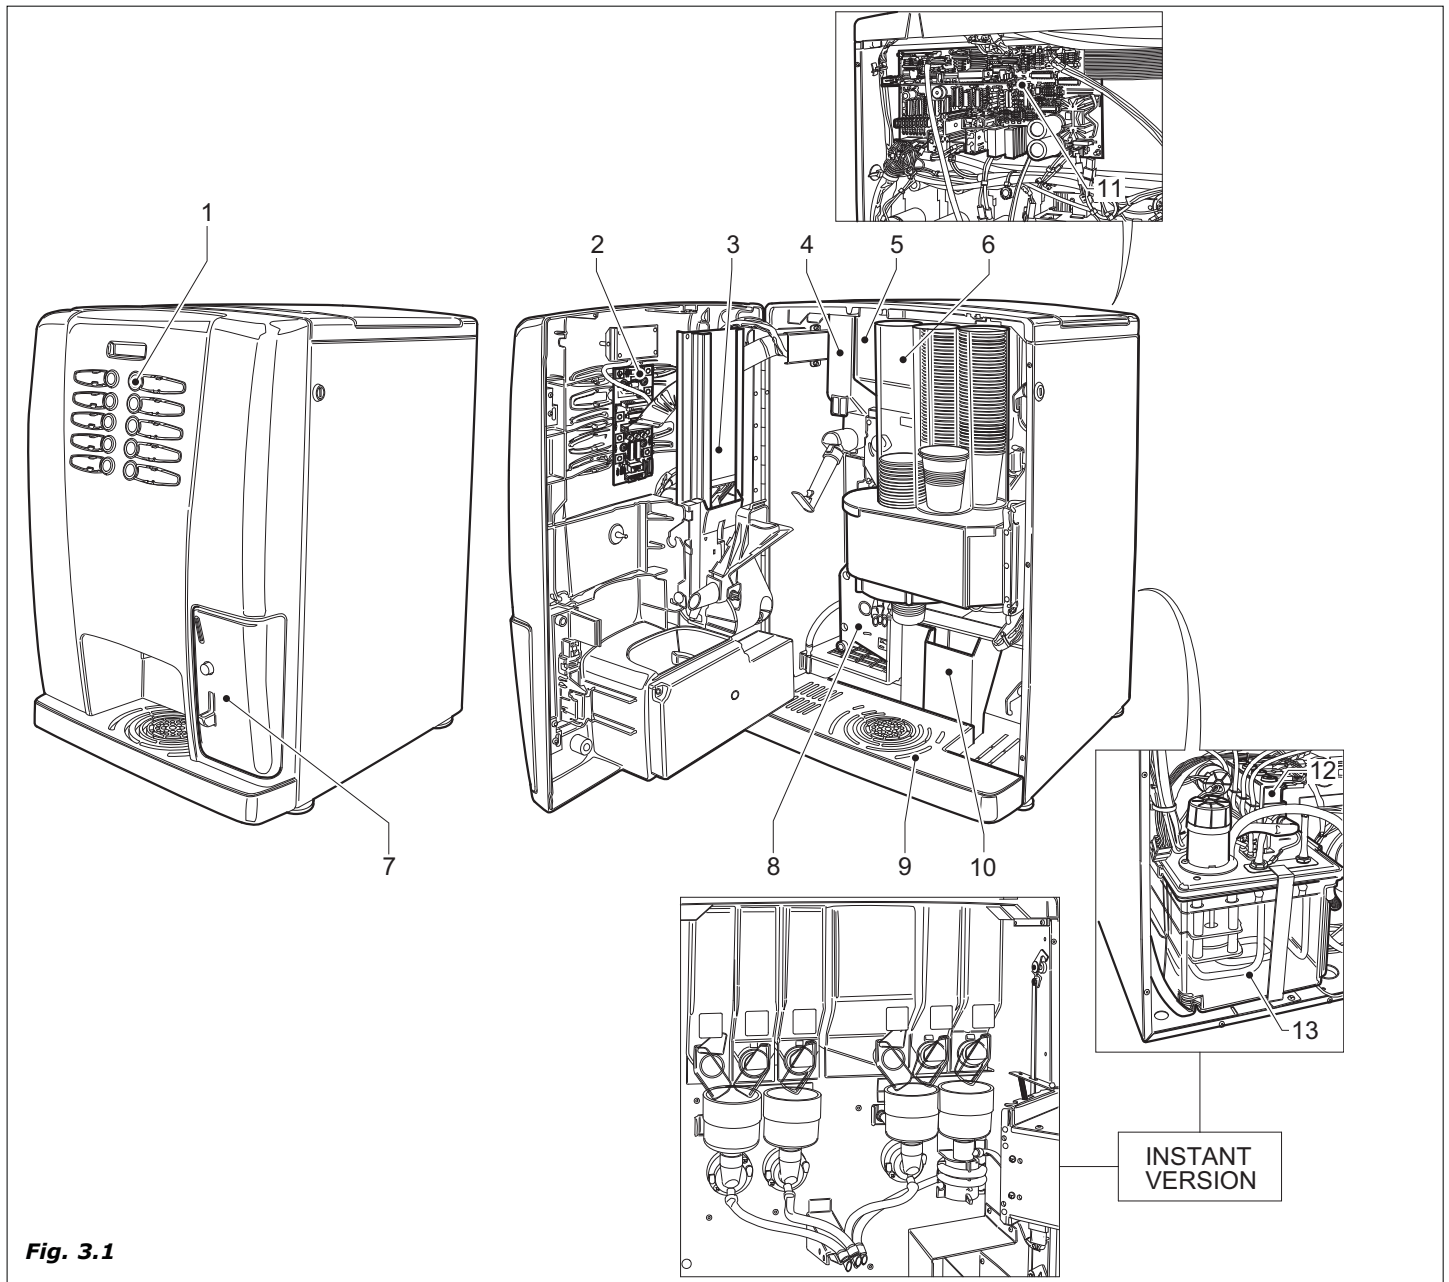

Fig. 3.1
3.1 Description du distributeur (fig. 3.1)